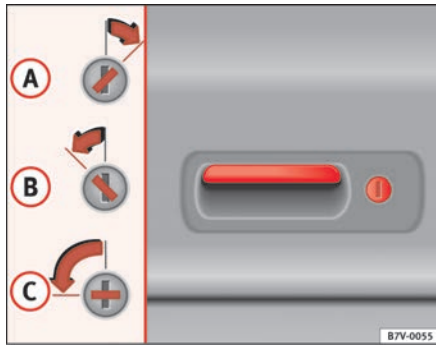

Abb. 63 Schlüssel-schlitzstellungen des Heckklappenschlosses
- Durch Drehen des Fahrzeugschlüssels in Position ⇒ Abb. 63 **A** werden die Türen und die Heckklappe verriegelt.
- A** Bei Fahrzeugen mit elektrischen Fensterhebern und elektrischen Ausstellfenstern bzw. elektrischem Schiebedach können offen gebliebene Fenster bzw. das Schiebedach automatisch geschlossen werden. Der Fahrzeugschlüssel muss dazu in Position ⇒ Abb. 63 **A** gehalten werden, bis alle Fenster und das Schiebedach geschlossen sind.